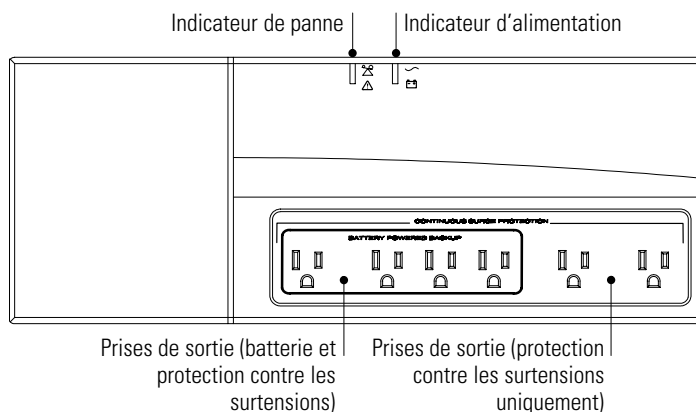
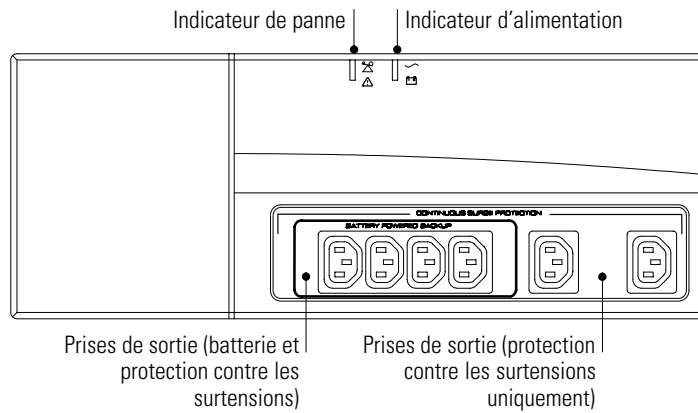
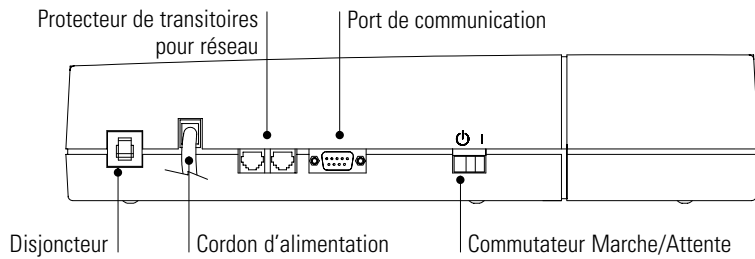
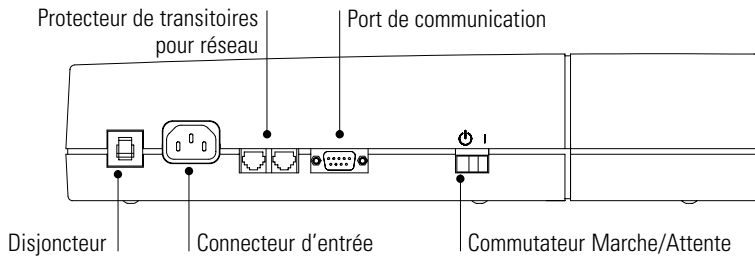

Figure 1. Modèle 120V Panneau supérieur
Figure 2. Modèle 230V Panneau supérieur
Figure 3. Modèle 120V Panneau latéral (600 VA illustré)
Figure 4. Modèle 230V Panneau latéral (600 VA illustré)
3. Mettez l'onduleur UPS en marche en appuyant sur le commutateur, comme le montre la Figure 3 ou la Figure 4 à la page 4. L'indicateur d'alimentation s'allume indiquant que l'alimentation est disponible dans les prises de sortie de l'onduleur UPS.
Les Figure 1 et Figure 3 identifient les fonctions du Modèle 120V (Etats-Unis), avec le cordon de ligne d'entrée raccordé. Les Figure 2 et Figure 4 identifient les fonctions du Modèle 230V (Europe), qui dispose d'un connecteur pour le cordon de la ligne d'entrée ainsi que de prises de sortie différentes.